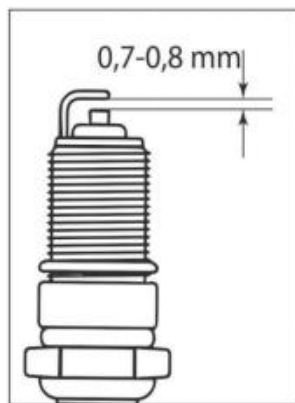

Fig. 27
7. Controleer de afstand tussen de aardelektrode en de middenelektrode met een speciale sonde. Stel de afstand indien nodig in op 0,7-0,8 mm (fig. 27).